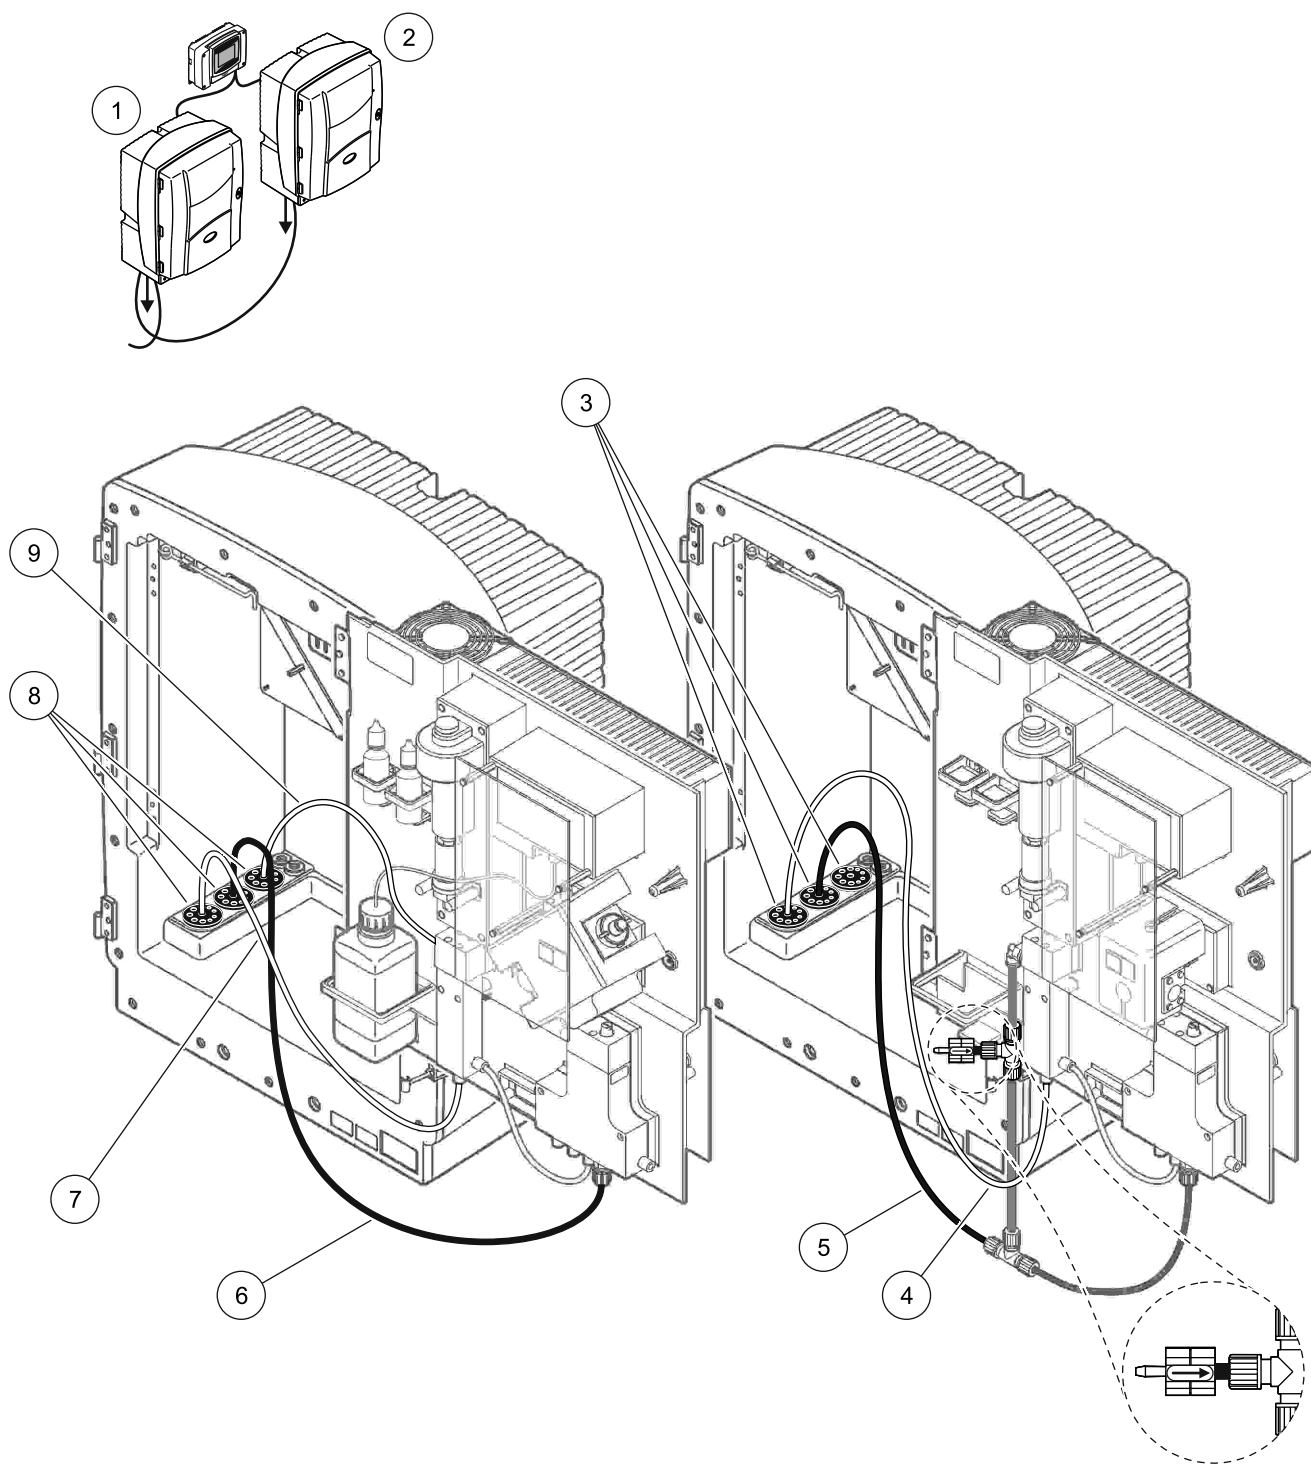

Figura 41 Configuração da Opção 10b
Consulte Figura 41 na página 112 e as instruções a seguir, relativas à Opção 10b:
- a. Passe a linha de amostra da unidade de preparação da amostra pelo analisador (Figura 41 na página 112, item 7). Use o Plugue de vedação No. 3 para prendê-la.
- b. Passe o tubo do dreno pelo analisador (item 6). Use o Plugue de vedação No. 3 para prendê-lo.